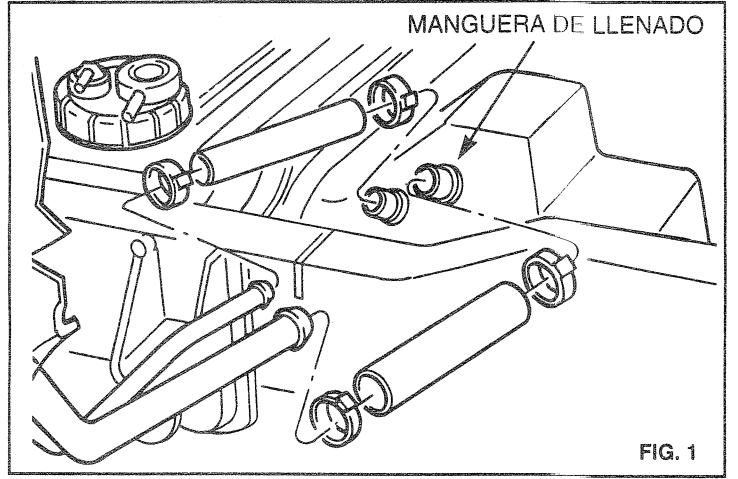

FIG. 1
- C) Introduzca la manguera de drenado dentro del tanque de combustible por el orificio de la manguera de llenado. (Ver Fig. 1)